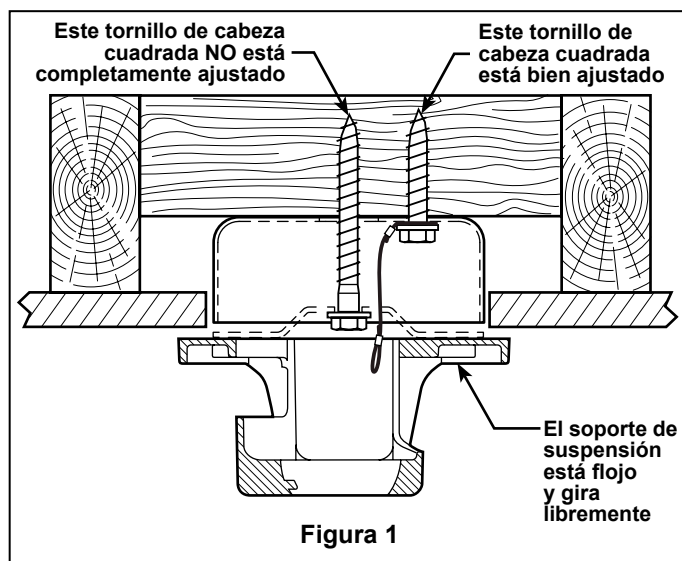

Figura 1
3. Separe y desenrosque los tres terminales del motor y el cable de seguridad. Pase los terminales del motor y el cable de seguridad a través del extremo inferior del poste de extensión como se muestra (Figura 1).
1. Fijación del cable de soporte para techo (Figura 1): Taladre un orificio guía de 0,6 cm ($\frac{1}{4}$ ") en una de las cuatro esquinas de la caja de conexiones y a través de la viga de techo o miembro estructural. Fije firmemente el cable de soporte para techo con el tornillo de cabeza cuadrada de $\frac{3}{8}$ " x 2" y la arandela plana.
NOTA: El cable de soporte para techo debe asegurarse entre la arandela plana y la caja de conexiones con un tornillo de cabeza cuadrada de 2" (Figura 1).
2. Sujeción del soporte de suspensión preliminar (Figura 1): Taladre un orificio guía de $\frac{1}{4}$ " en el centro de la caja de conexiones y a través de la viga de techo o miembro estructural. Fije sin apretar el soporte de suspensión a la estructura del techo con el tornillo de cabeza cuadrada de $\frac{3}{8}$ " x 5" y la arandela plana. TODAVÍA NO AJUSTE POR COMPLETO EL TORNILLO DE CABEZA CUADRADA EI soporte de suspensión debe girar libremente.
Las aspas del ventilador deben estar suspendidas, al menos, a 2 m (7') del piso (Figura 1)